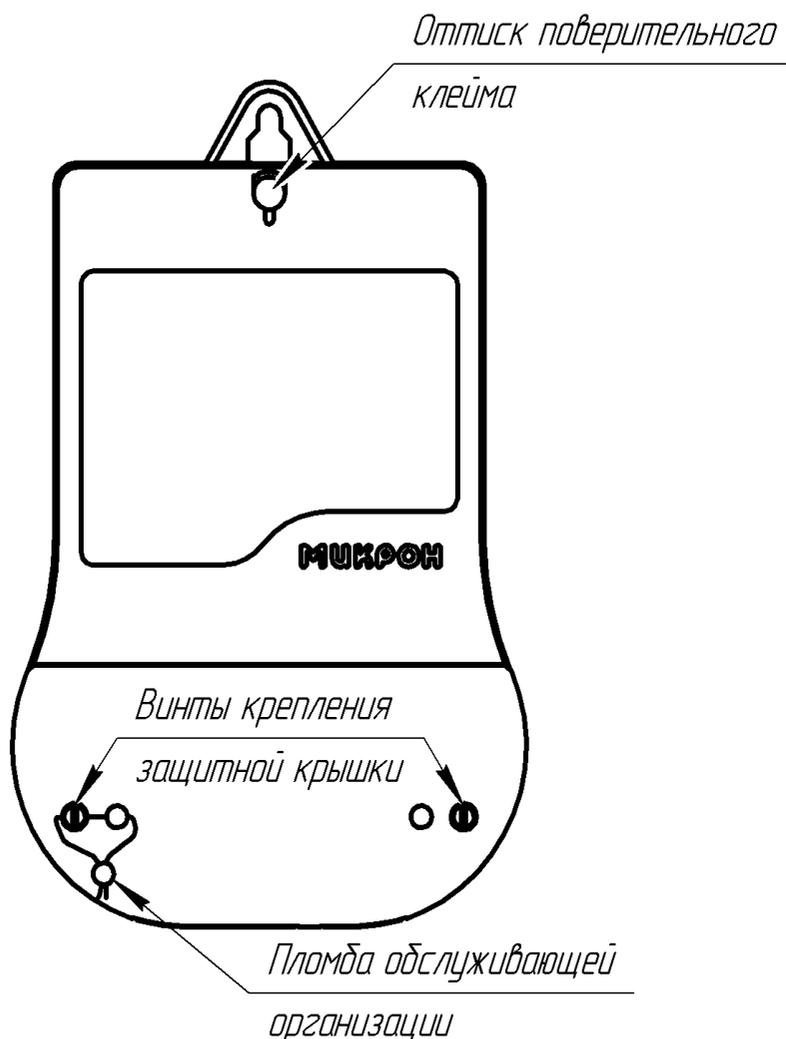

Рисунок 1 – Пломбирование счетчика
5.2 Убедитесь в отсутствии видимых повреждений корпуса и защитной крышки контактной колодки, наличии и сохранности пломб (п.10.3 рисунок 1)